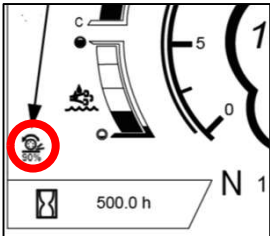

Fig. 2
2. Der "Rimpull"-Wert ist auf der Anzeige unten links angezeigt, unmittelbar über dem Stundenzähler-Symbol, wie in Abb. 2 gezeigt. Es wird empfohlen, den Traktionsprozentatz auf weichem Boden zu senken und stattdessen auf festem Boden zu erhöhen. Halten Sie einen Durchschnittswert (etwa 80 %) auf mittelkompakten Böden und mittelhartem Material an, das bewegt werden soll. Eine korrekte Einstellung des Rimpulls verhindert das Durchdrehen der Räder während der Ladephase und sorgt für eine effektivere Materialaufnahme bei niedrigen Motordrehzahlen.